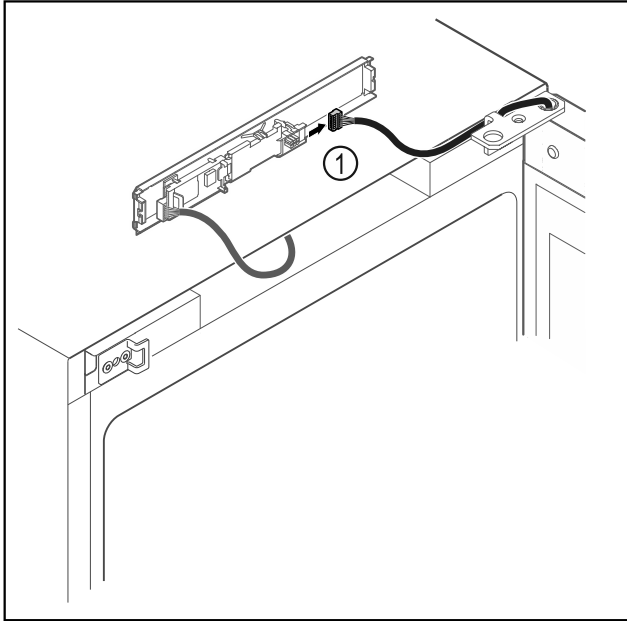

Fig. 16
- Vytáhněte zástrčku Fig. 16 (1) z desky.